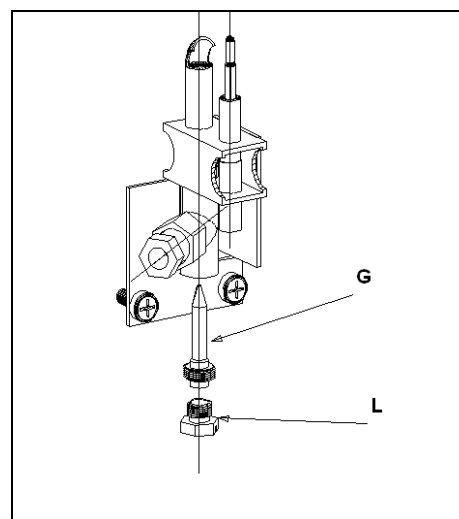

FIG.4
4.4 REGULATION DU BRULEUR PILOTE (fig. 4)